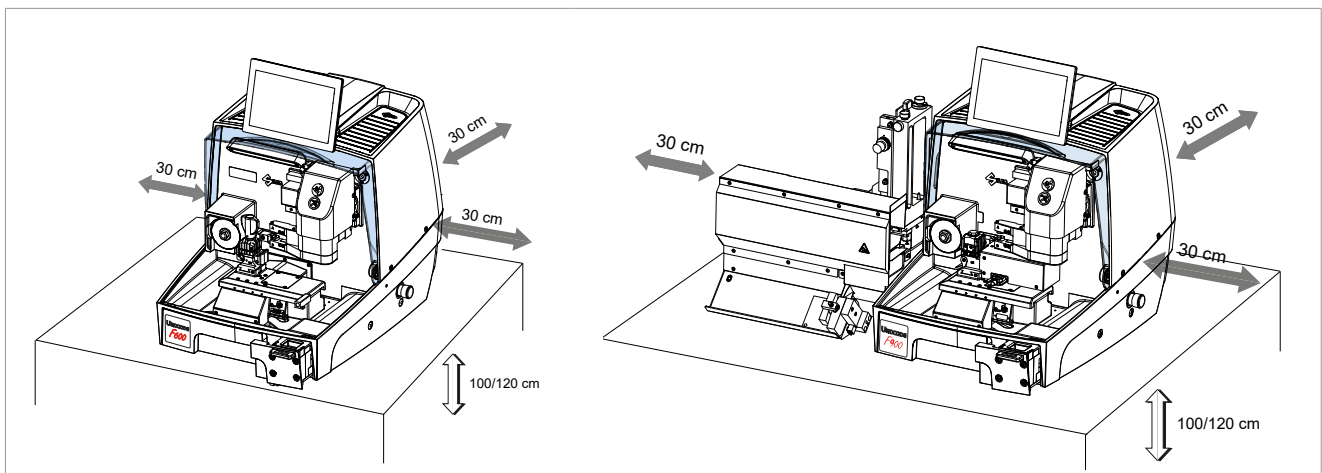

Bild 25
- 1) Die Schlüsselkopiermaschine auf eine waagerechte, sichere und dem Gewicht der Maschine (Kap.2.5, Seite 10) entsprechende Unterlage stellen. der Arbeitstisch muss zirka 100-120 mm hoch sein, damit die Bedienungselemente bequem zugänglich sind. Mindestens 30 cm Abstand an der Rückseite und an den Seiten der Maschine frei lassen, damit die Maschine gut belüftet wird (Bild 25).